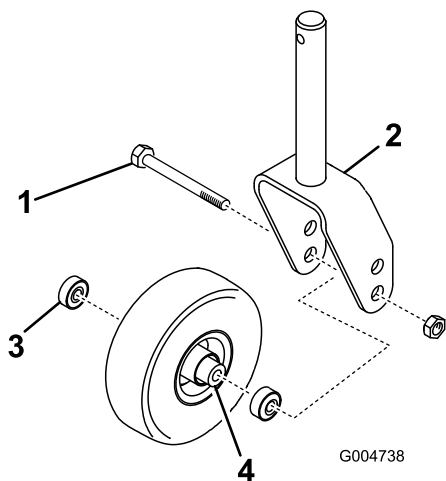

Figura 139
1. Retire la contratuerca del perno que sujeta el conjunto de la rueda giratoria entre la horquilla o el brazo de pivote (Figura 139).
2. Sujete la rueda giratoria y retire el perno de la horquilla o del brazo de pivote (Figura 139).
3. Retire el cojinete de la rueda y deje que se caiga el suplemento del cojinete (Figura 139).
4. Retire el cojinete del otro lado de la rueda (Figura 139).